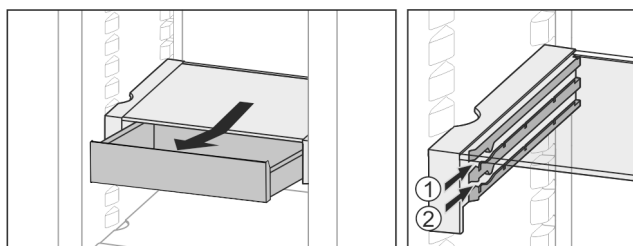

Fig. 34
- Zasuňte v libovolné výšce Fig. 34 (1) nebo Fig. 34 (2).